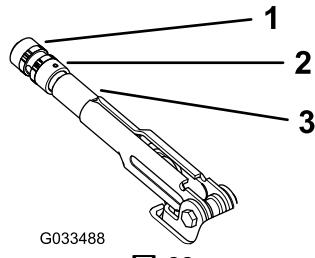

図 63
2. 調整ノブをブレーキレバーに固定している固定ねじをゆるめる図 63。